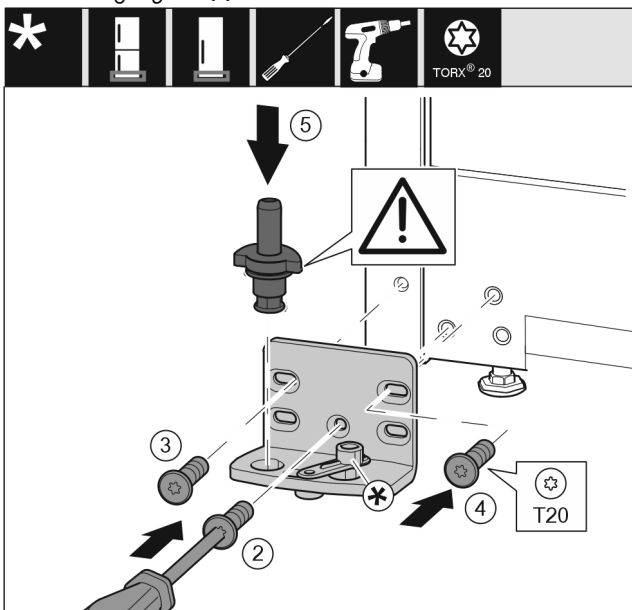

Fig. 37
- Lagerbock auf der anderen Seite ansetzen und mit Hilfe eines Schraubendrehers anschrauben. Mit der Schraube Fig. 37 (2) unten in der Mitte beginnen.
- Schraube Fig. 37 (3) und Schraube Fig. 37 (4) festschrauben.
- Lagerbolzen Fig. 37 (5) komplett einsetzen. Dabei darauf achten, dass der Rastnocken nach hinten zeigt.
- Lagerbock auf der anderen Seite ansetzen und mit Hilfe eines Schraubendrehers anschrauben. Mit der Schraube (2) unten in der Mitte beginnen.\*
- Schraube (3) und Schraube (4) festschrauben.\*
- Schließdämpferverbindung (5) um 180° drehen. Auf der anderen Seite des Lagerbocks mit Schraubendreher anschrauben.\*
- Lagerbolzen (6) komplett einsetzen. Dabei darauf achten, dass der Rastnocken nach hinten zeigt.\*